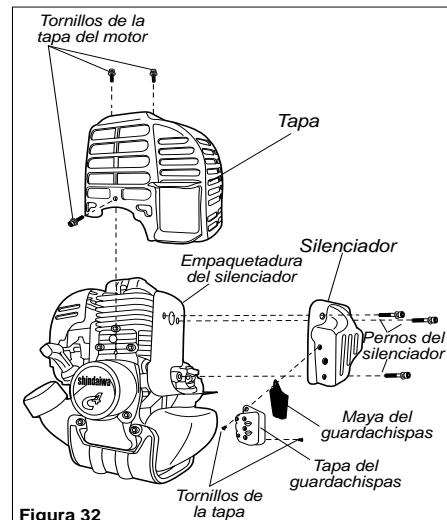

Figura 32
1. Con una llave hexagonal de 3 mm retire los tres tornillos de la tapa del motor y la tapa del motor. Consulte la figura 32.
2. Con una llave hexagonal de 3 mm retire los pernos del silenciador y el silenciador. Consulte la figura 32.
3. Con un destornillador de cuchilla plana retire los dos tornillos sosteniendo la maya guardachispas y la tapa del silenciador. Consulte la figura 32.